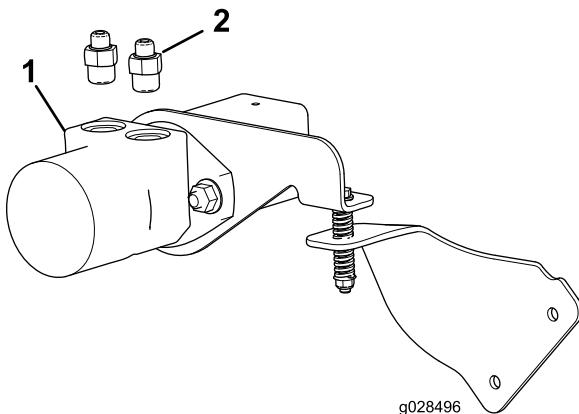

Bild 3
4. Montieren Sie die zwei Hydraulikanschlussstücke (5/8") am Hydraulikmotor, wie in Bild 3 abgebildet.
2. Gerades Hydraulikanchlussstück, 5/8" (2)
5. Montieren Sie die 90-Grad-Anschlussstücke an den zwei Hydraulikschläuchen an den zwei geraden Anschlussstücken (Bild 3), bis sie mit der Hand angezogen sind.
6. Befestigen Sie eine Steckerschnellkupplung am anderen Ende jedes der zwei Hydraulikschläuche (Bild 3).